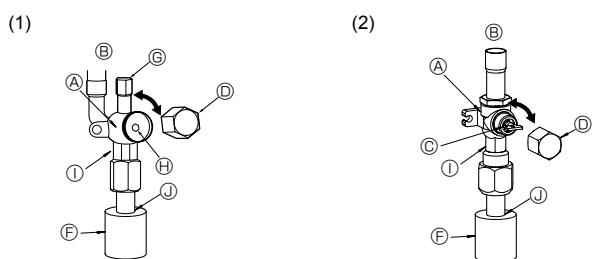

Fig. 4-6
(1) Flüssigkeitsseite des Absperrventils (Fig. 4-6)
- ① Entfernen Sie die Kappe und drehen Sie die Ventilstange mit einem 4 mm-Schlagschlüssel bis zum Anschlag gegen den Uhrzeigersinn. Hören Sie auf zu drehen, wenn der Anschlag erreicht ist. (Etwa 10 Umdrehungen)
- ② Sicherstellen, daß das Absperrventil vollständig offen ist, und die Kappe zurück in Ausgangsstellung drehen.